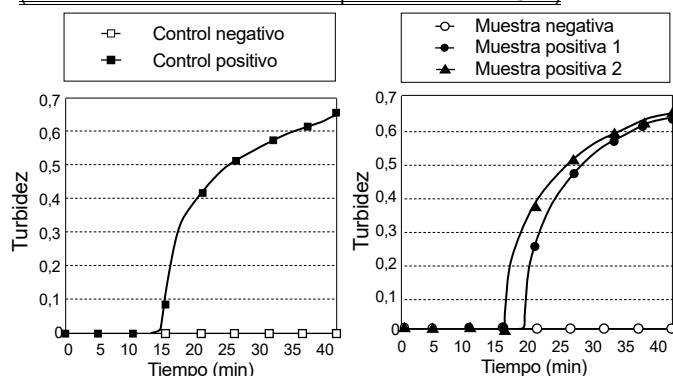

Fig. 1 : Gráficas de amplificación correspondientes a los controles. Fig. 2 : Gráficas de amplificación correspondientes a las muestras.
- (1) Configure el turbidímetro en tiempo real HumaTurb C+A para la detección con este producto.
- (2) Compruebe si la temperatura mostrada en la pantalla alcanza los 65,0 °C (deje que el turbidímetro se caliente durante 20 minutos antes de utilizarlo).
- (3) Coloque los tubos de reacción e inicie el análisis.
- (4) Observe la pantalla del turbidímetro para comprobar si los controles positivo y negativo presentan un aumento de la turbidez. Si la turbidez aumenta en el control positivo, pero no en el control negativo, la reacción de amplificación está teniendo lugar correctamente (Fig. 1). De lo contrario, la reacción de amplificación podría estar teniendo lugar de manera incorrecta. En ese caso, vuelva a analizar las muestras afectadas.
- (5) Confirme la finalización de la inactivación de la polimerasa (completada automáticamente por el turbidímetro). Retire todos los tubos de reacción del turbidímetro en tiempo real HumaTurb C+A y deséchelos sin abrirlos.
Una vez se haya confirmado que la turbidez aumenta en el control positivo, pero no en el control negativo, evalúe las muestras atendiendo a los siguientes criterios (Figs. 1 y 2):